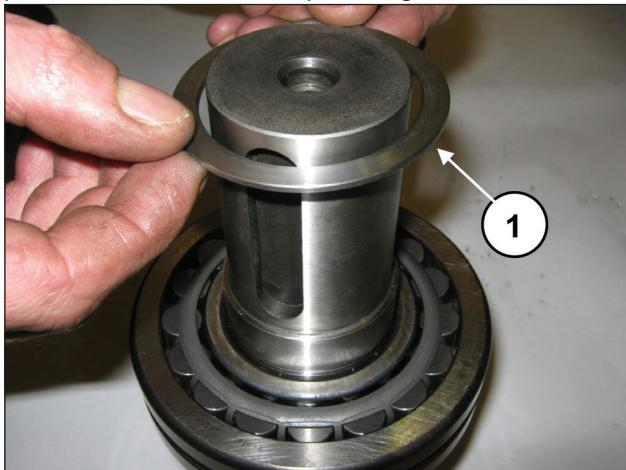
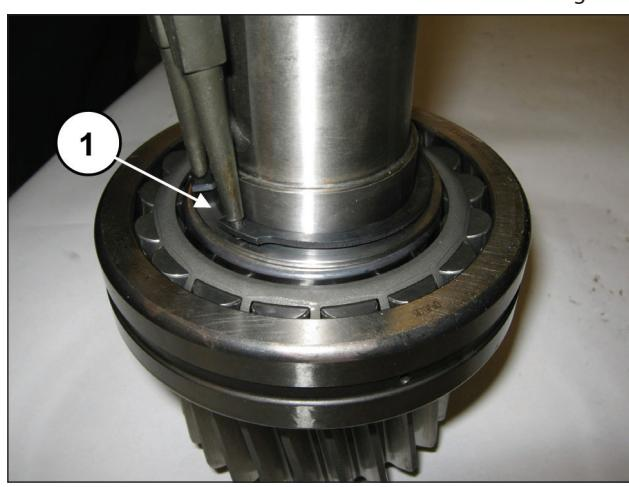

Fig. 85
Fig. 86
Insira o anel de apoio do rolamento (pos. ①, Fig. 85) e posicione o anel elástico Ø55 (pos. ①, Fig. 86).